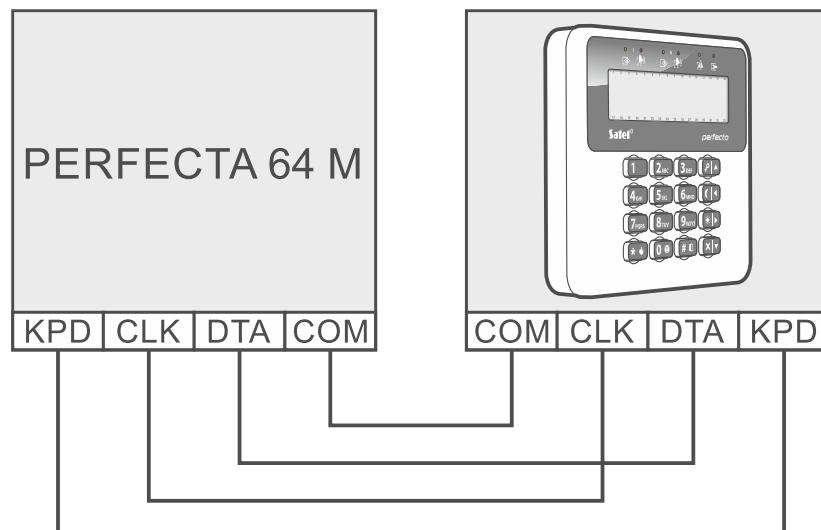

Fig. 5. Connexion du clavier à la centrale.
6. Vissez les fils aux bornes du clavier (fig. 5).